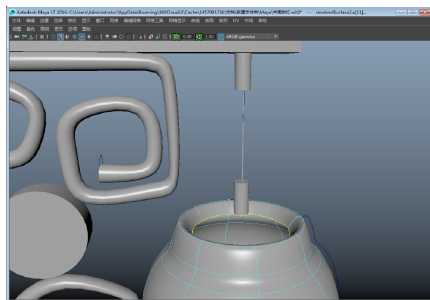
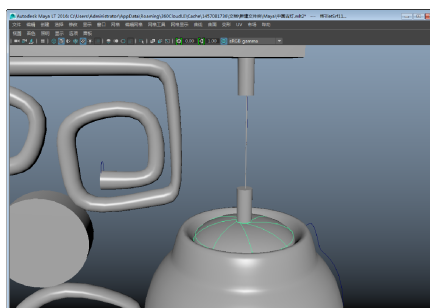

图 3-139 选择等参线
图 3-140 创建圆角
- 16 选择如图 3-139 所示的圆柱体和灯笼的一端，利用圆角工具在它们之间创建一个平滑灯笼盖，其结果如图 3-140 所示。